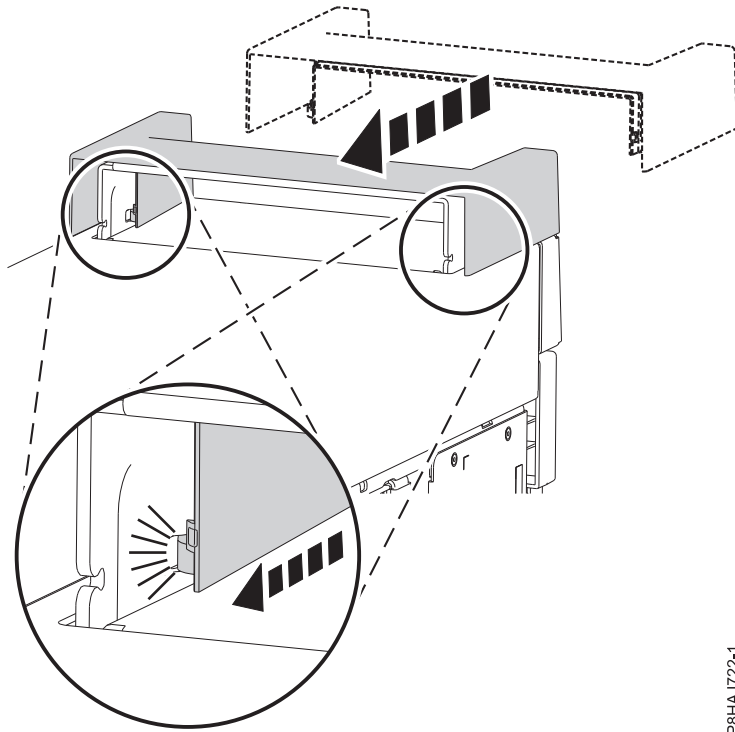

Figura 84. Fijación de la tapa de asa en un sistema 8286-41A autónomo
1. Fije la tapa de asa en la estación de acoplamiento RDX interna (FC EUA3) deslizando hacia la parte posterior del sistema. Consulte la Figura 84.